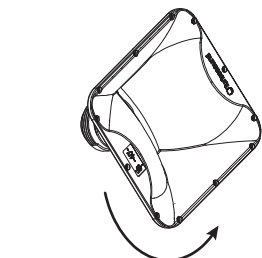

Fig. 5
6. Ruotare il clacson per ottenere lo schema di copertura desiderato (fig 5).